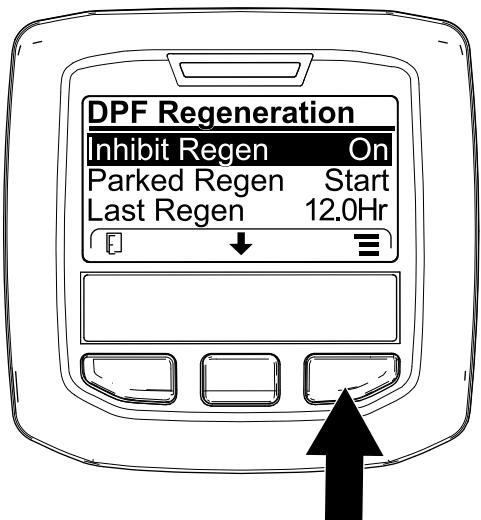
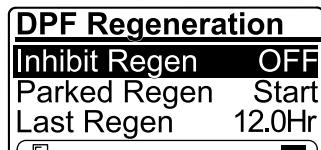

Figura 47
Figura 48
- Vaya al menú de Regeneración del DPF, pulse el botón central para desplazarse hasta la opción INHIBICIÓN REGENERACIÓN, y pulse el botón derecho para seleccionar la opción Inhibir regeneración (Figura 47).
- Pulse el botón derecho para cambiar el ajuste de Inhibir regeneración de Activado a Desactivado (Figura 47) o de Desactivado a Activado (Figura 48).